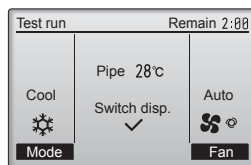

Fig. 7-3
- ① Tryck på [F1] när du vill växla funktionsläge. (Fig. 7-3)